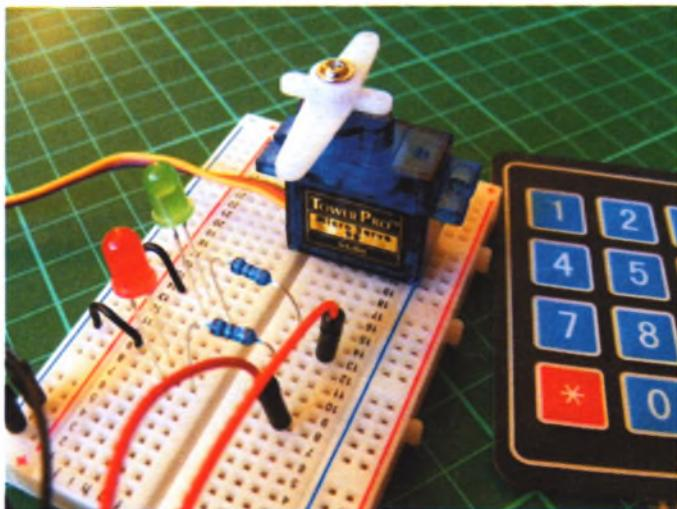

РИСУНОК 22.3
3. Теперь подключите сервопривод (см. рис. 22.3). Подключите коричневый провод к шине заземления, красный — к шине питания 5 В, а желтый (белый) провод непосредственно к контакту 13 платы Arduino.